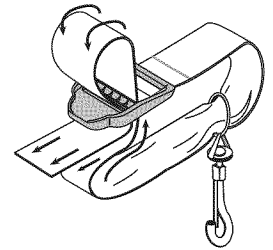

Fig. 10
2. Pase la correa sobre la barra transversal y hacia abajo a través de la ranura de la hebilla (Fig. 10).